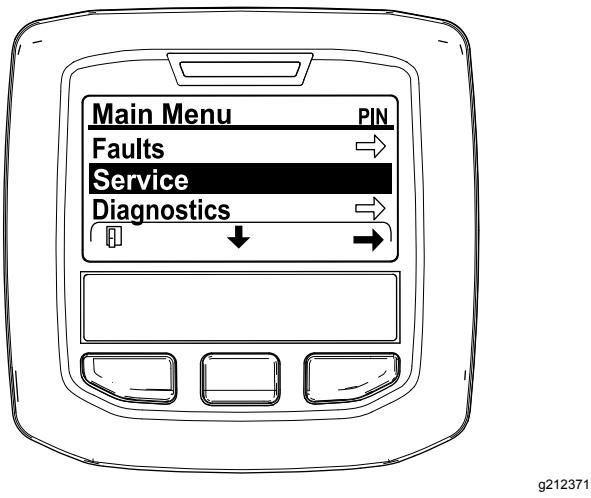

Figure 39
2. Naviguez jusqu'au MENU PRINCIPAL, appuyez sur le bouton central pour parcourir le menu MENU ENTRETIEN, et appuyez sur le bouton droit pour sélectionner l'option ENTRETIEN (Figure 39).